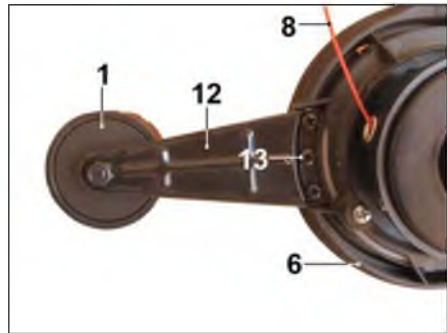

Рис. 5.
6.3. Установка ролика (Рис.5).